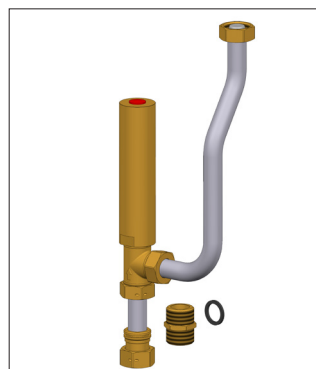

Fig. 1
**Montagesæt 145H4872 for indbygning af Danfoss AVE trykudligner i Redan Akva Vita/Lux/Les II vandvarmere samt Redan Akva Lux/Les II TD / S units (Fig. 1).**